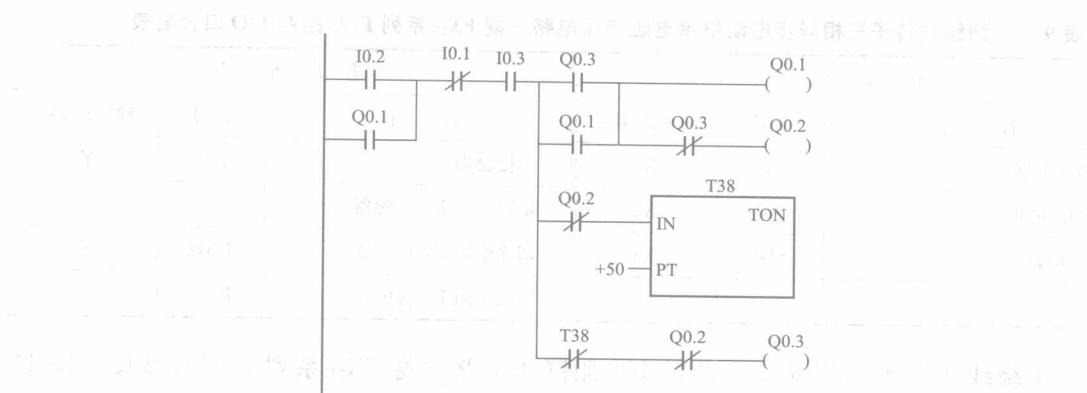

图 15 三相异步电动机Y-△降压电路西门子 S7-200 型 PLC 控制梯形图
(2) 三相异步电动机 Y-△降压电路西门子 S7-200 型 PLC 控制梯形图如图 15 所示。